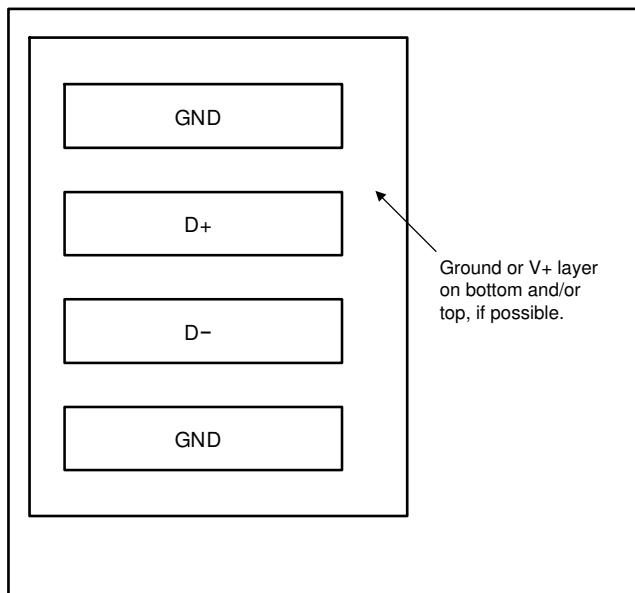

図 9-10. 信号トレースの例
- 図 9-10 に示すように、D+ と D- のトレースは隣り合わせに配線し、グランドガードトレースを使用して隣接する信号から遮蔽します。多層 PCB を使用する場合は、グランドプレーンまたは VDD プレーンの間にこれらのトレースを埋め込んで、外来ノイズ源からプレーンを遮蔽します。テキサス・インスツルメンツでは、5mm (0.127mm) の PCB トレースの使用を推奨しています。